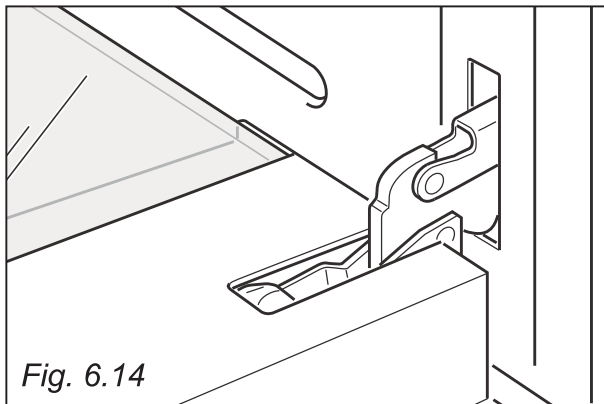

Fig. 6.14
- Ouvrez la porte à fond (fig. 6.14).